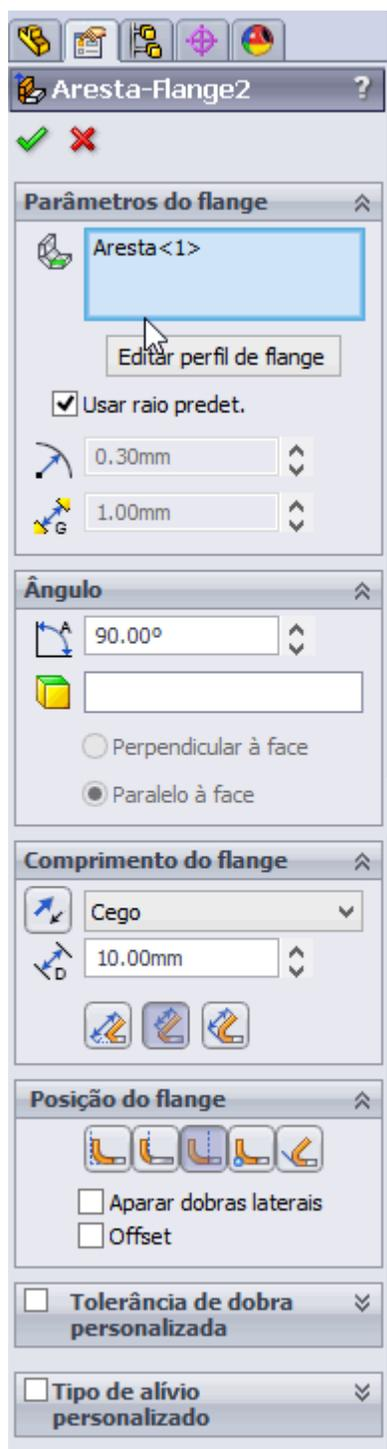

Figura 2.13 - Propriedades da ferramenta **Flange de aresta 2**.
3.8. Configure o as propriedades da ferramenta conforme a Figura 2.13.